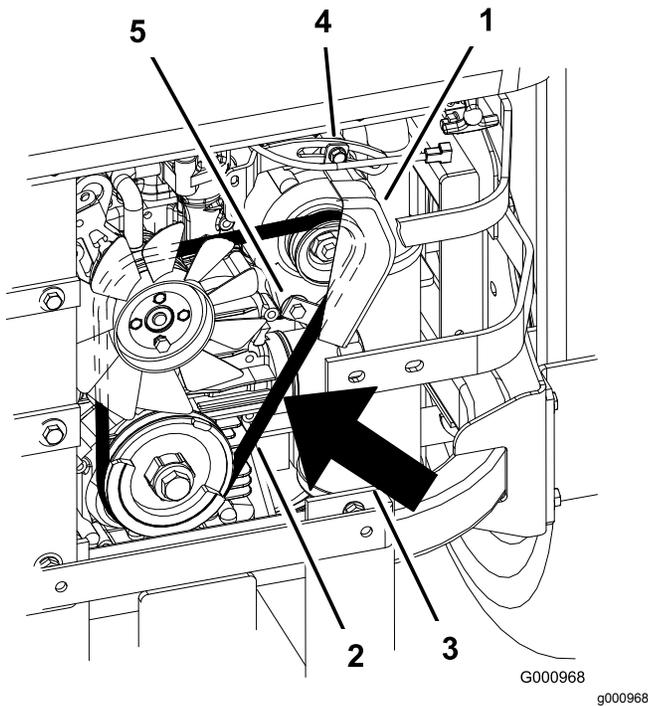

Figure 74
2. Réglez l'alternateur vers l'extérieur jusqu'à ce que la courroie présente une flèche de 7 à 9 mm quand une force de 10 kg est exercée entre les poulies du moteur et de l'alternateur (Figure 74).
5. Si la flèche est correcte, serrez les boulons inférieur et supérieur (Figure 74).